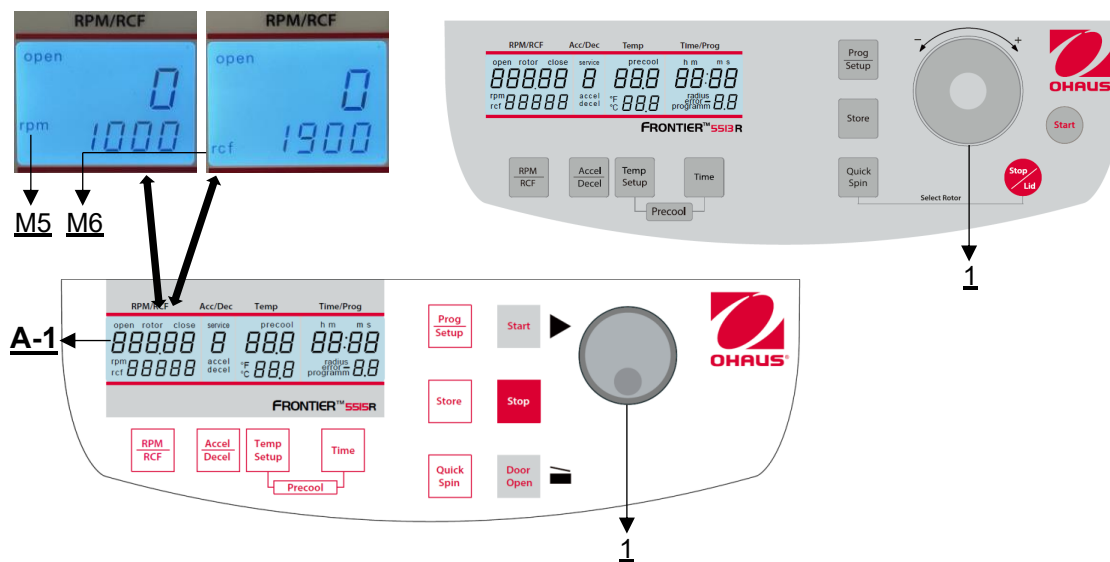

Figure 12
La présélection est activée par la touche **"RPM | RCF"** (3) (voir **figure 12**). En appuyant une fois sur la touche, le mot **"rpm"** (M5) clignote. En appuyant deux fois sur la touche, la présélection des forces centrifuges peut être sélectionnée. Le mot clignotant **"rcf"** (M6) apparaît alors. Vous pouvez régler les valeurs souhaitées à l'aide du bouton de réglage / de la roue tactile (1). Sur l'écran (A-1), la valeur réglée est affichée en permanence, avant, pendant et après la course.